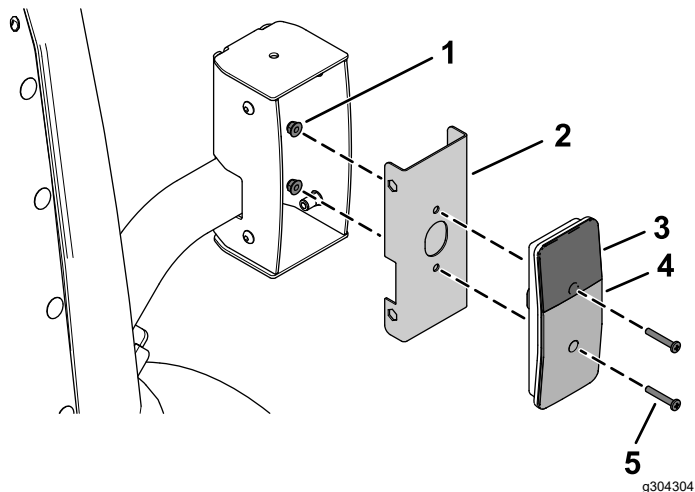

**Figura 29**
5. Instradate il connettore del cablaggio preassemblato con l'etichetta HORN (P13) verso l'avvisatore acustico. Collegate il cablaggio all'avvisatore acustico (Figura 29).